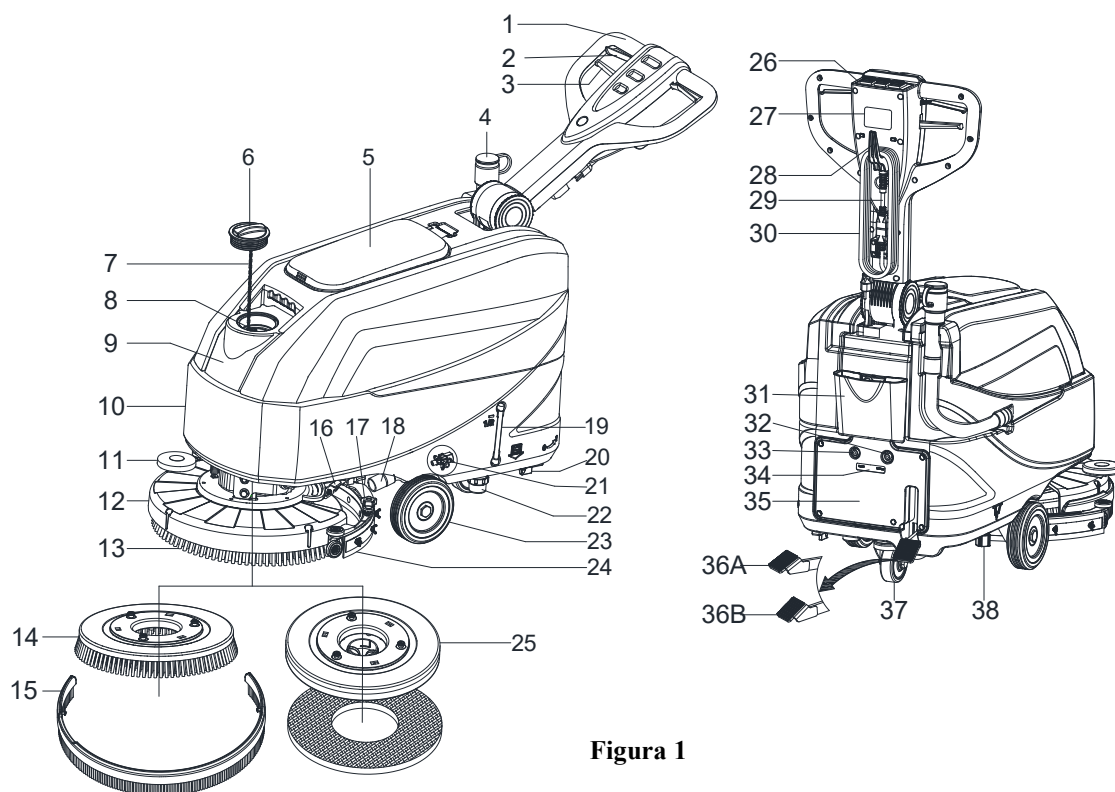

Figura 1
## STRUCTURA MAȘINII (după cum se arată în Figura 1)
2. Ridicați puntea apăsând pedala (36, Figura 1).
3. Puneți suportul de perie (A, Figura 3) sau de lavetă (B, Figura 3) sub punte (12, Figura 1).
4. Coborâți puntea pe suportul de perie/lavetă apăsând pedala (36, Figura 1).
6. Apăsăți una dintre perii/pârghiile de comutare de siguranță pentru înaintare (2, Figura 1) pentru a cupla suportul periei/lavetei, apoi eliberați-o. Dacă este necesar, repetați procedura până când peria/ suportul de lavetă sunt antrenate.
Pentru a cupla suportul de perie/lavetă, apăsați pârghia de comutare de siguranță (2, Figura 1) ceea ce pornește motorul suportului de perie/lavetă.
8. Pentru a scoate suportul de perie/lavetă, ridicați puntea apăsând pedala (36, Figura 1), apoi, manual rotiți suportul de perie/lavetă în direcție opusă (OFF); suportul de perie/lavetă va fi scos.
3. Coborâți puntea suportului periei/lavetei (12, Figura 1) ridicând pedala (36). Peria este pe podea.